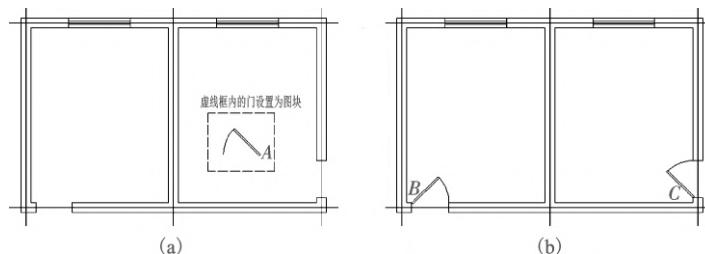

图 1-64 块操作实例
【实例 1-27】 (1) 将图 1-64(a) 图中的门定义为图块，图块名称为 door。将图块 door 插入到图形中指定的位置，完成后的图形如图 1-64(b) 所示。(2) 将图块 door 以文件形式保存在“d:\建筑构件”文件夹下，文件名为“平开门”。
① 打开已绘制好的图 1-64(a)，将门定义为块，选择 A 点(矩形右上角点)为基点。
② 按 $x=-1$ 的比例插入左侧的门，插入点为门洞的左上角点 B。
③ 按 $x=-1$ 的比例， 90° 的旋转角度插入右侧的门，插入点为门洞的左下角点 C。
④ 将图块 door 存盘。
①打开已绘制好的图 1-64(a)，执行【创建块/B】命令，在弹出的“块定义”对话框(图 1-61)名称栏中填 door；单击【选择对象】左边的按钮，选择门为块图形；单击【拾取点】左边的按钮，选择 A 点(矩形右上角点)为基点，单击【确定】完成门块定义。